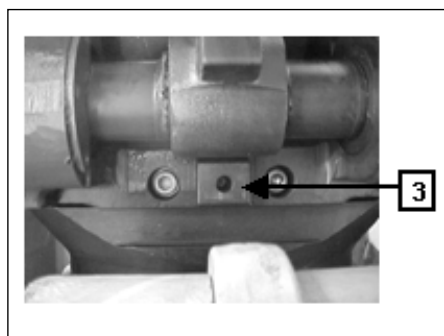

Fig 7-33. Batente da cunha
(d) Assegurar-se que o batente da cunha(3) esteja à retaguarda, antes de abrir a culatra.(Fig 7-33)